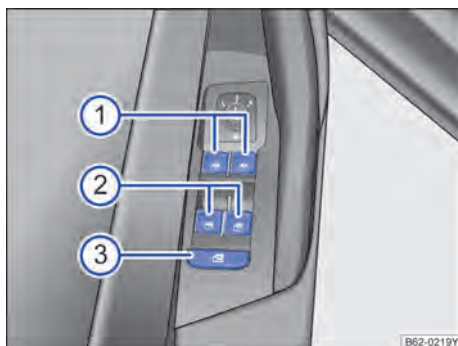

图 55 在驾驶员侧车门内：前部和后部车窗升降器的按钮。
→ 图 55 的图例：
：安全按钮→ 图 55③ 停用后门车窗控制按钮。这时按钮中的黄色指示灯亮起。